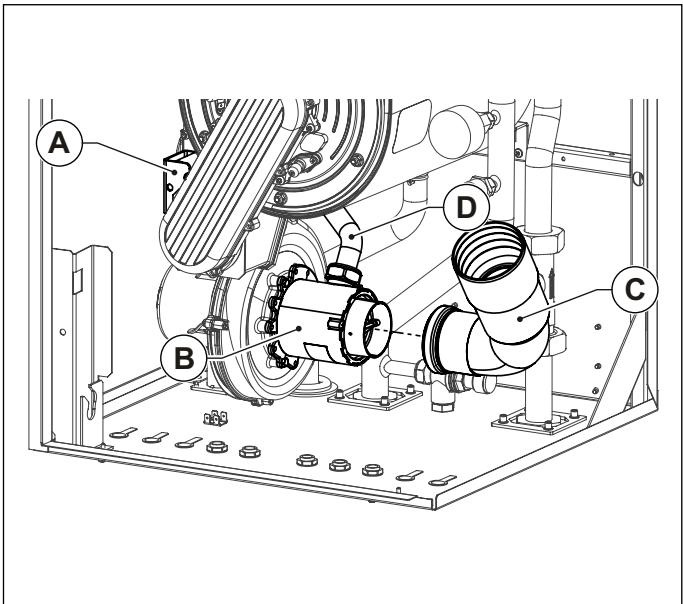

Рис. 34 Забірна труба
- Знов підключіть впускну трубу **C** до змішувача (лише KR 85) (дивись Рис. 34 Забірна труба).
- Від'єднайте газову трубу **B** від змішувача **B** (див. Рис. 34 Забірна труба).
- Підключіть **D** газову трубу до змішувача (див. Рис. 34 Забірна труба).